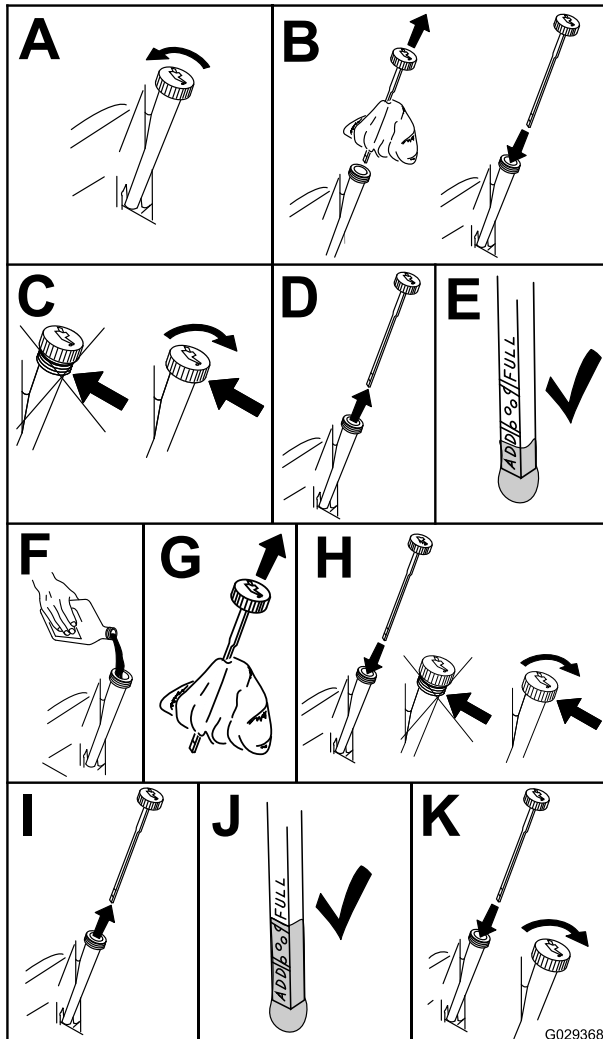

Figure 49
3. Pour éviter de faire tomber de l'herbe, de la poussière ou d'autres débris dans le moteur, nettoyez la surface autour du bouchon de remplissage-jauge d'huile, avant de l'enlever (Figure 49).